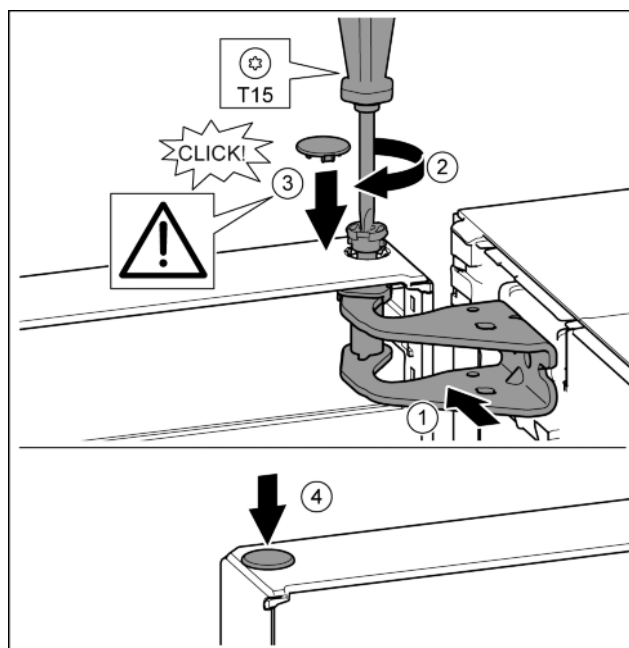

Fig. 21
- ▶ Dvere hore vyrovnajte s otvorom v ložiskovej konzole. Fig. 21 (1)
- ▶ Vložte čap a pevne ho priskrutkujte skrutkovačom T15. Fig. 21 (2)
- ▶ Namontujte poistný kryt pre poistku dverí: Nasadte poistný kryt a skontrolujte, či prilieha ku dverám. Inak čap vložte úplne. Fig. 21 (3)
- ▶ Nasadte zátku. Fig. 21 (4)